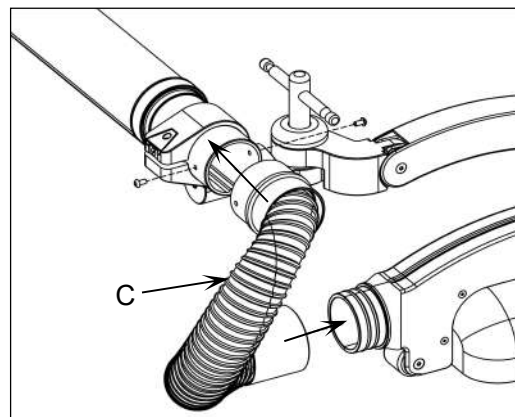

Abb. 13
2. Wie in **Abb. 13** dargestellt, montieren Sie die Wellrohrbaugruppe (**C**). Befestigen Sie zunächst diese am vorderen Ende des Auslegerarms (die Befestigungsschrauben sind bereits am Auslegerarm vormontiert) und verbinden Sie dann die Wellrohrbaugruppe mit der Schutzvorrichtung.